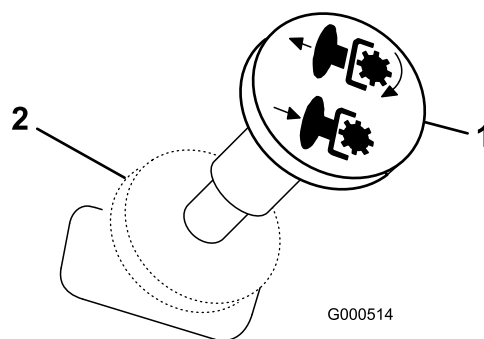

Figura 10
3. Tire del mando de control de las cuchillas para engranar las cuchillas (Figura 10).
Para desengranar las cuchillas, mueva el mando de control de las cuchillas a Desengranado (Figura 10).